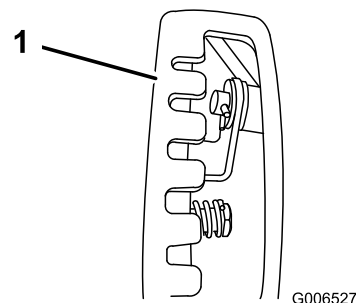

Figura7
**Notă:**Pentru o montare mai ușoară, priviți în jos prin deschiderea selectorului de viteză (Figura7).